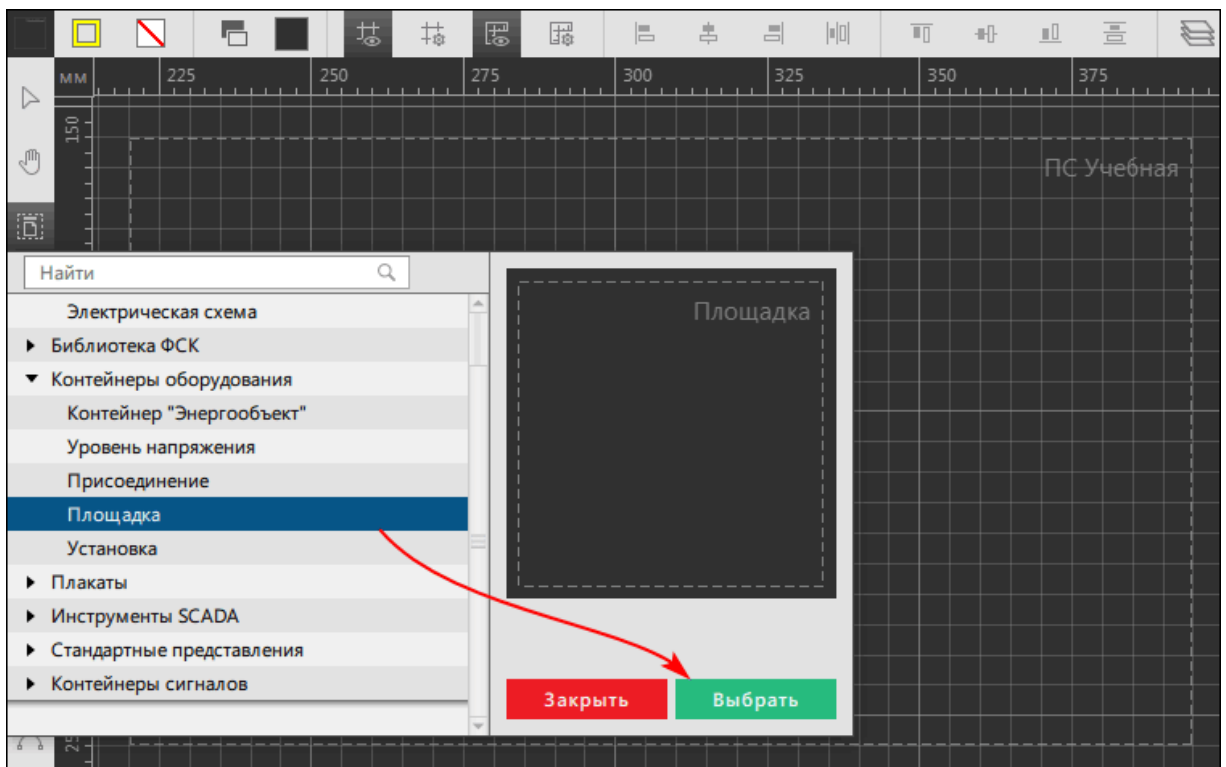

Рисунок 374 - Добавление площадки
4. Нажмите на инструмент **Графическое представление** и выберите **Площадка** (Рисунок 374).